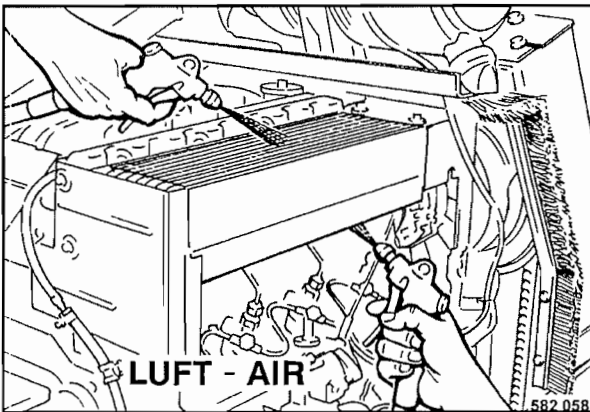

Fig. 64
- Retirar la cubierta de aire refrigerante y limpiar el radiador del aceite de motor (Fig. 64) comenzando a soplar por el lado del aire de salida.